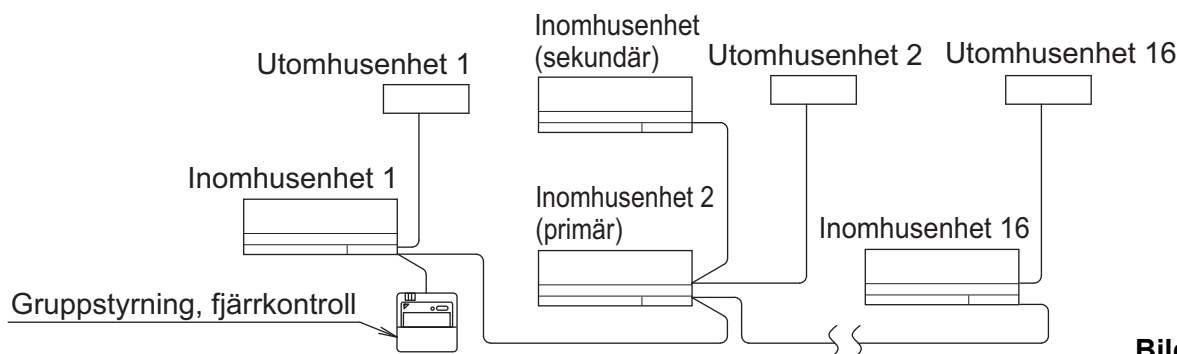

Bild 27
- Vid användning som parenhet eller huvudenhet för samtidig multidrift kan du samtidigt starta/stoppa (gruppstyra) upp till 16 enheter med fjärrkontrollen. **(Se bild 27)**